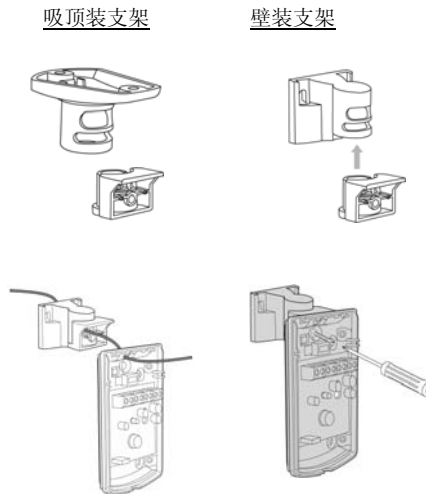

图. 6
如果需要吸顶安装或一些特殊墙面安装，建议使用可选配件中的专用支架。参见支架描述（见图. 6）。
5. 将探测器固定于墙壁，角度或天花板（支架安装详见图 6）。